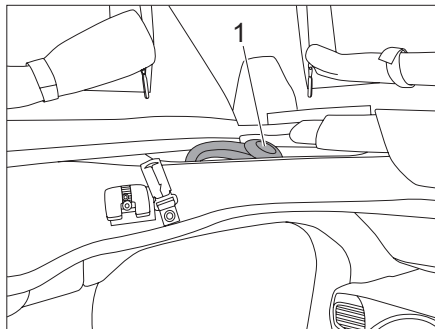

Fig. 40 Rangement de la lampe à col de cygne (équipement spécial)
- ▶ Replier la lampe à col de cygne (équipement spécial) (Fig. 40,1) de manière à ce qu'elle s'insère dans le renforcement au-dessus du siège du conducteur.